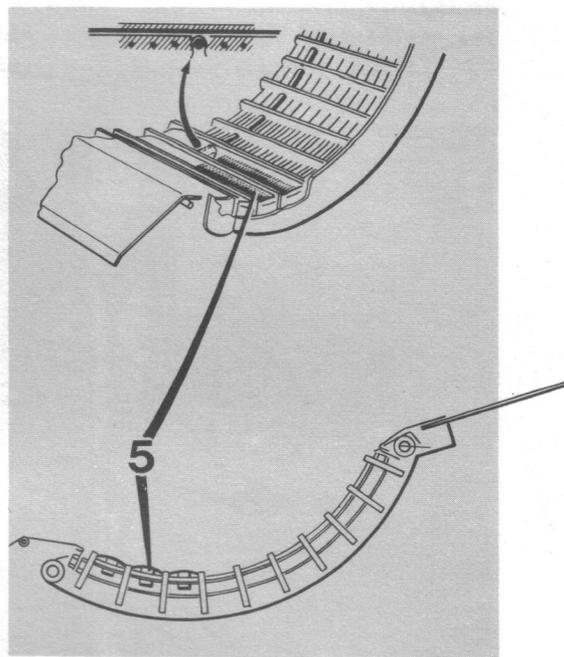

FIG. 16
- Pour permettre le dégagement de la tôle d'étanchéité, dévisser les vis avant(4) supportant le contrebatteur.
■ En conditions particulièrement difficiles de séparation du grain, il peut être utile d'obturer les deux ou trois premiers compartiments du contrebatteur à l'aide de tôles de fermeture (5) à crochets élastiques. Ces tôles s'agrafent aux renforts du contrebatteur comme le montre la fig.16.L'accès au batteur et au contrebatteur est possible par la trappe située près du poste de conduite.